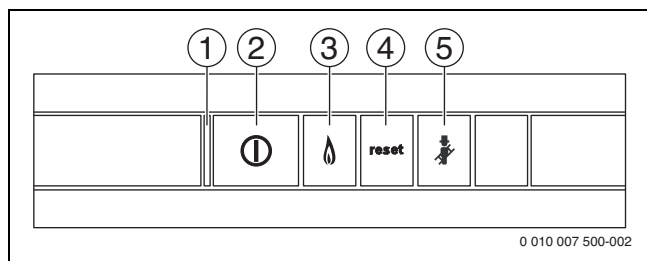

Bild 242 Bedientasten
- ▶ Gerät am Ein/Aus-Schalter (→ Bild 242) einschalten.